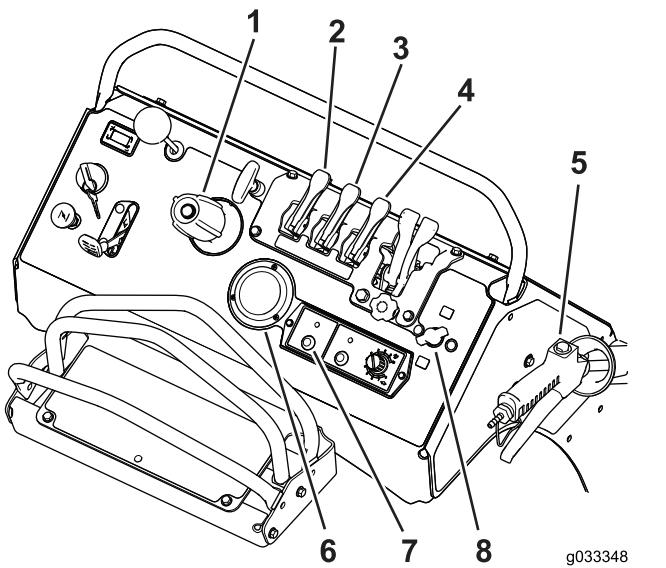

Figure 43
- Réglez la commande de la pompe à la position MARCHE (Figure 43).